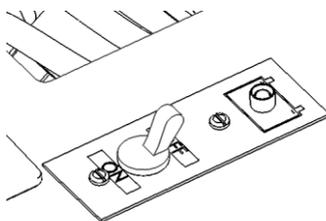
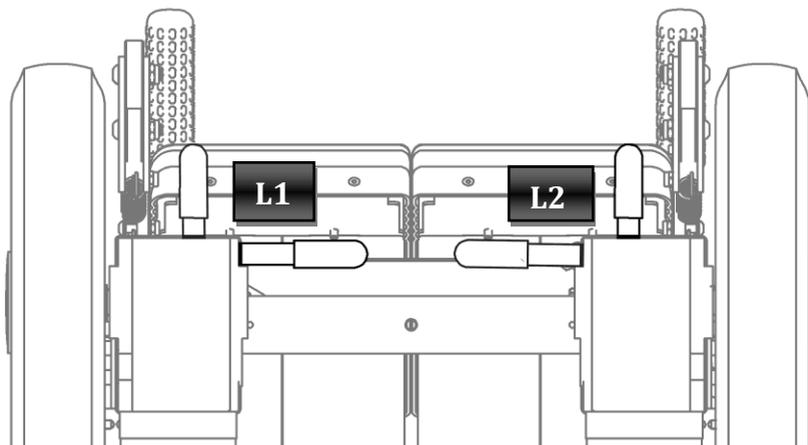

Figura 2
Figura 6
Usare l'interruttore (I), vedi Figura 2, per accendere e spegnere la Pegasus EVO.
Se si necessita usare la modalità di funzionamento a spinta manuale usare l'interruttore (I), vedi Figura 2, per spegnere la Pegasus EVO e posizionare le leve di sblocco motore come indicato in Figura 6.